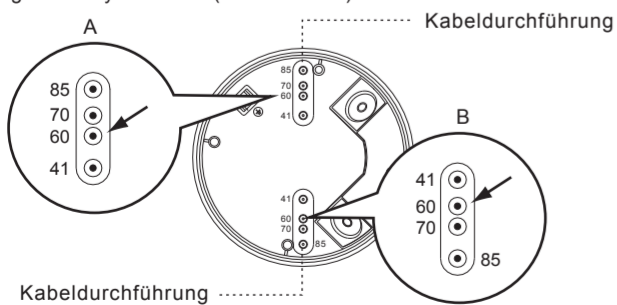

Abb. 13-A
4.4.3.1 Für unterschiedliche Montagearten gibt es 4 Paare von vorgestanzen Kabeldurchführungslöchern mit verschiedenen Größen von 41 mm bis 85 mm (s. Abb. 13-A). Wählen Sie für den gewünschte Montageabstand auf beiden Seiten das gleiche Symbol aus (s. Abb. 13-B).